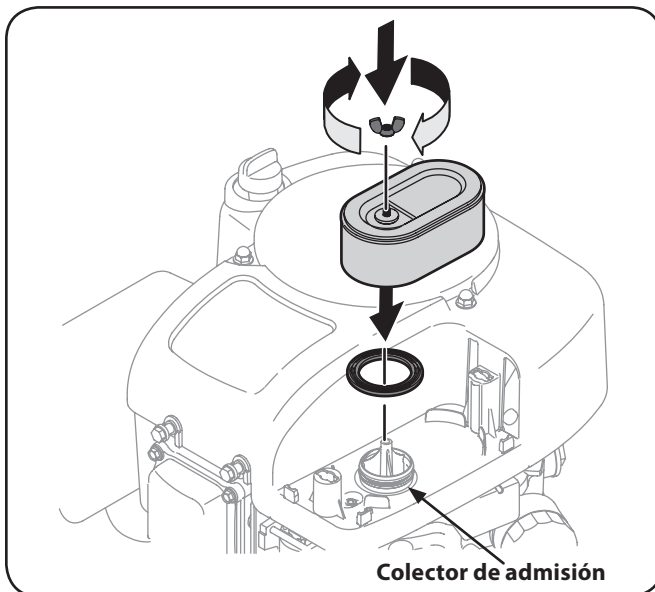

Figura 6-7
4. Conecte el nuevo filtro de aire con elemento de espuma alineando el orificio en el filtro de aire con el colector de admisión. Vea la Figura 6-7. Asegure con el tornillo de mariposa.